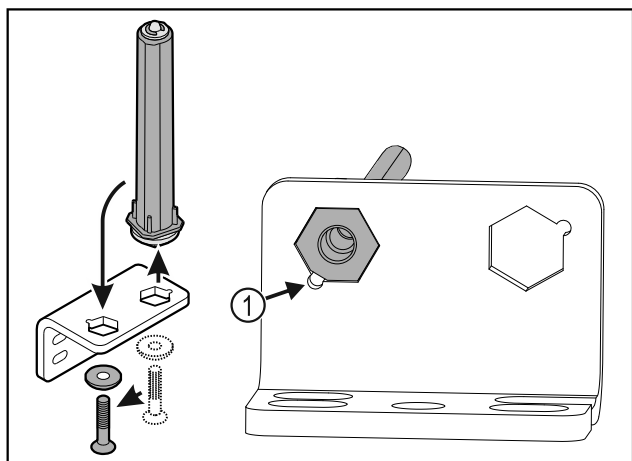

Fig. 36
- Aveți în vedere ca la introducere, teșitura bolțului Fig. 36 (1) să fie orientată spre orificiul rotund.